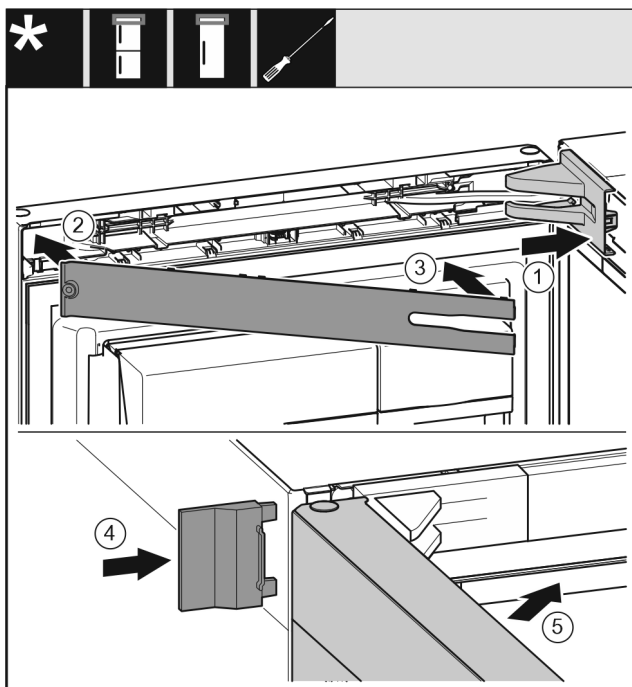

Fig. 26
- Applicare e innestare la copertura del blocco di supporto Fig. 26 (1), eventualmente staccarle l'una dall'altra con cautela.
- Applicare la maschera Fig. 26 (2).
- Ruotare verso l'interno la maschera Fig. 26 (3) e innestarla.
- Applicare la copertura esterna Fig. 26 (4).
- Chiudere la porta superiore Fig. 26 (5).